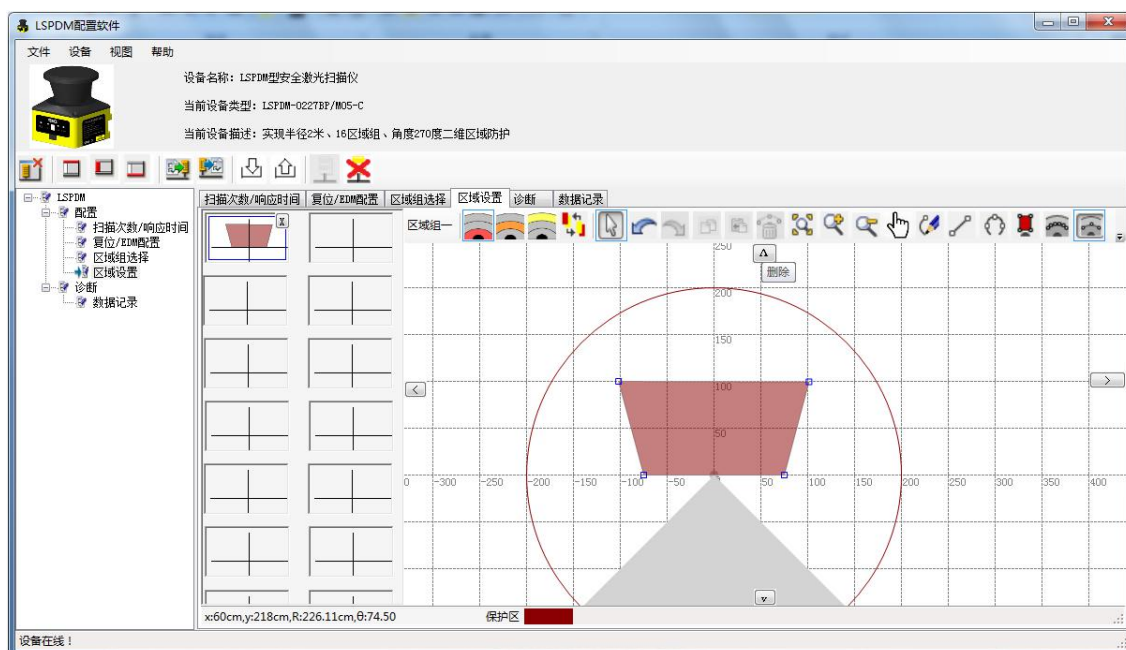

图 3.2.2 保护区域绘制
步骤①：保护区域配置。例如，下图 3.2.2 所示为用户定义的不规则边界的保护区域。